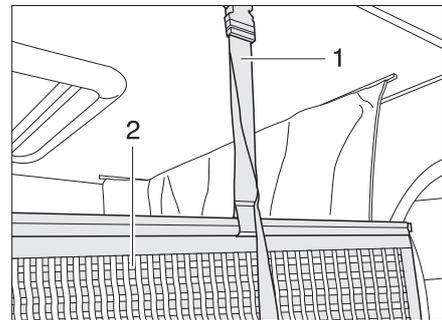

Bild 141 Halterung Sicherungsnetz
Sicherungsnetz Das Sicherungsnetz (Bild 141,2) mit den Haltegurten ist unter der Matratze verstaut. Das Sicherungsnetz erst aufspannen, wenn sich die Personen bereits im Hubbett befinden.
- Die Haltegurte (Bild 141,1) in die Halterungen an der Decke einrasten.